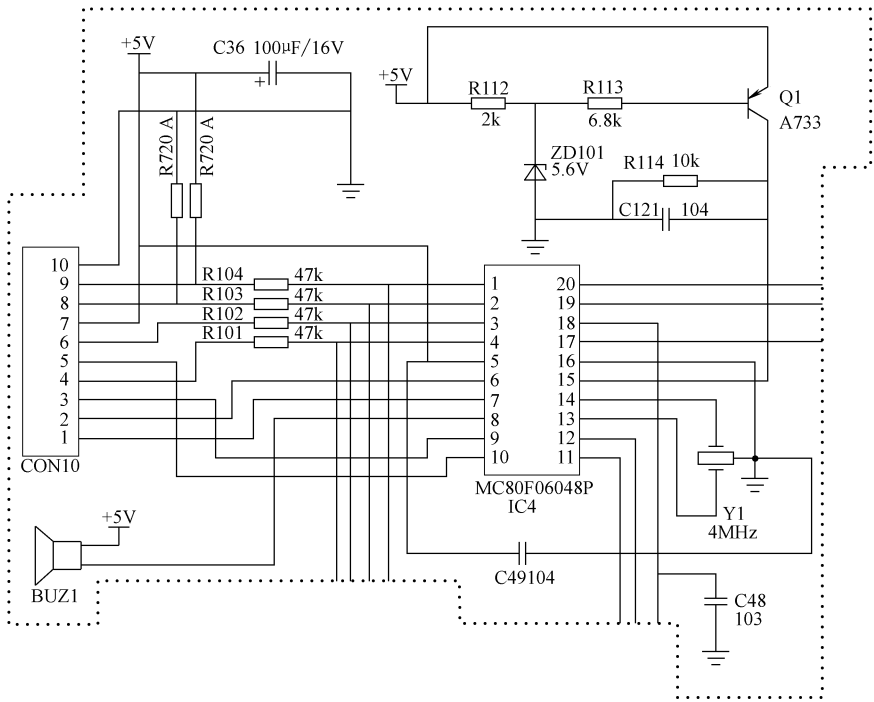

图 4-48 Y1 相关电路截图
**快速检查** 此类故障首先检查电源插座是否正常；若电源插座正常，则检测 5V 电压是否正常；若 5V 电压不正常，则检查功率板是否有问题；若有 5V 电压，则检测 CPU 的①脚对地电压是否正常；若⑤引脚电压正常，则检查 CPU 的⑬引脚是否有 5V 电压；若⑬引脚无 5V 电压，则检查复位电路是否有问题；若 CPU⑬引脚电压正常，则检测 CPU⑬、⑭引脚电压是否有 2.5V 电压；若 CPU⑬、⑭引脚无电压，则检查晶体振荡器 Y1 是否有问题；若以上检查均正常，则检查 CPU 是否损坏。
**维修笔记** Y1 相关电路截图如图 4-48 所示, 该机 CPU 各引脚功能见表 4-6。